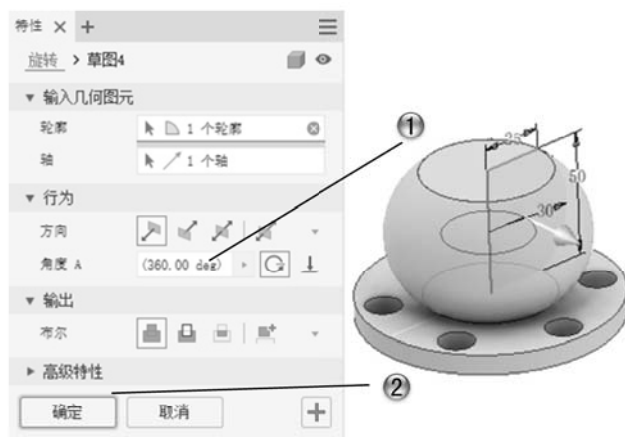

图 1-40 创建旋转特征
① 创建旋转特征, 在【特性】面板中设置【角度】为 360°。
② 单击【特性】面板中的【确定】按钮, 如图 1-40 所示。